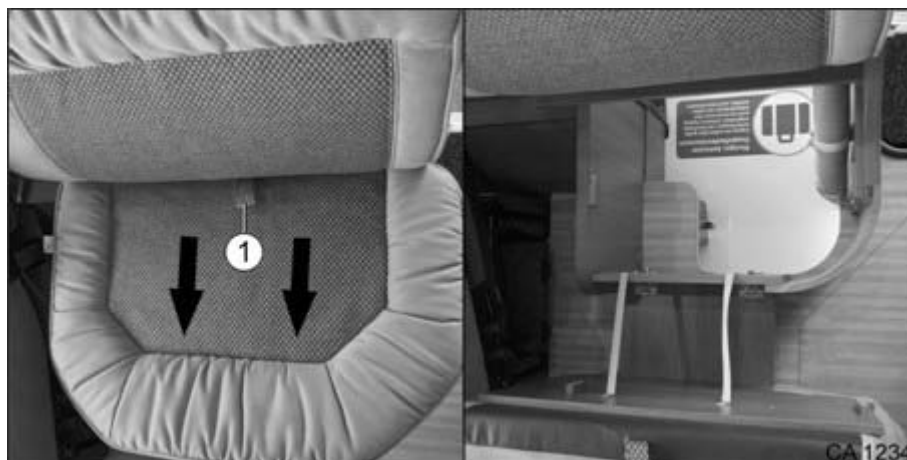

Fig. 67 Mécanisme de rabat de la banquette latérale courte
1. Tirer la poignée (Fig. 67/1) dans le sens indiqué pour accéder au rangement sous le siège.